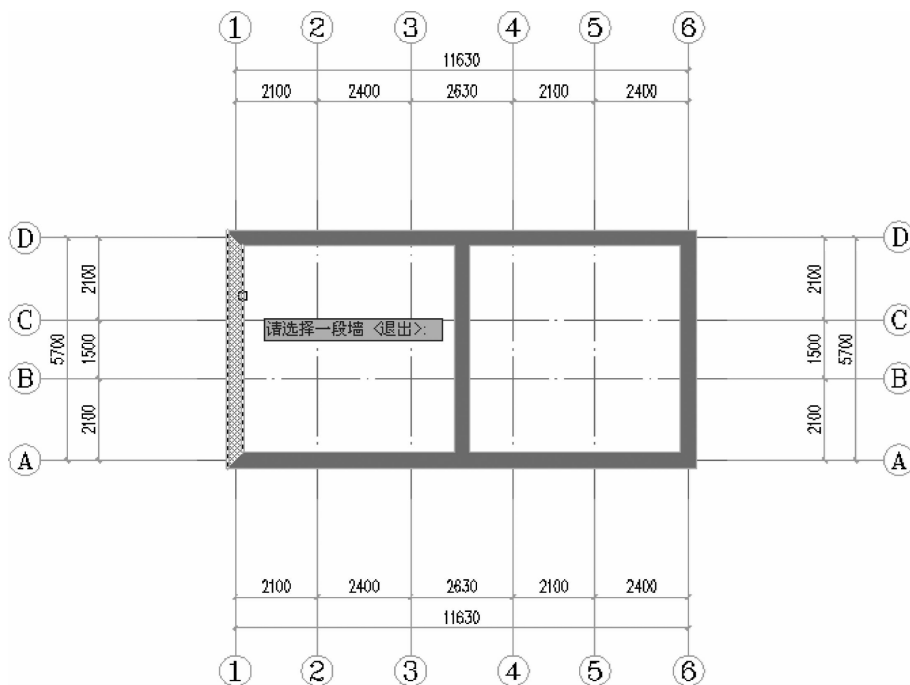

图 3-11 选择一段墙
(2)选择一段墙,如图 3-11 所示。此时命令行提示如下:
(1)在图 3-11 的基础上进行操作,执行“墙体”→“倒墙角”命令,命令行提示如下: